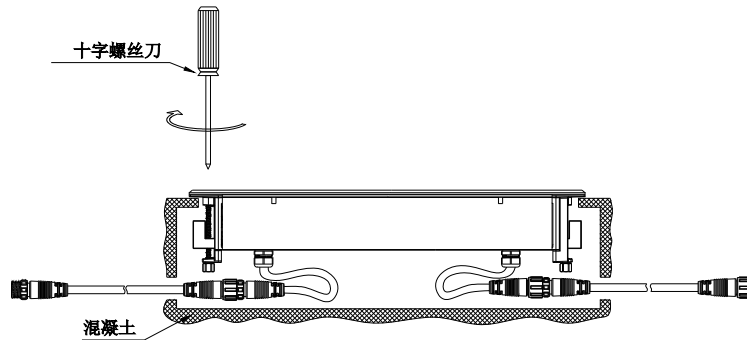

图7
2. 小心将灯具安放至预埋件内，最后使用十字螺丝刀旋转 M5 螺丝并锁紧，使线条灯锁紧预埋件即可（图 7）。混凝土凝固后接通 24V DC 电源即可正常使用。